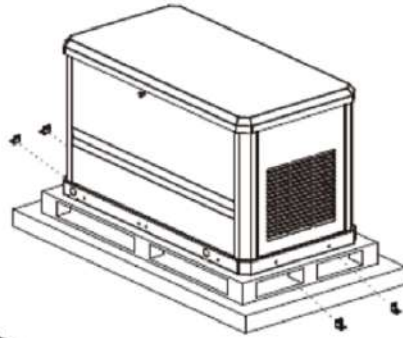

Figura 4-2
2. Retire los ángulos de fijación (Figura 4-2)